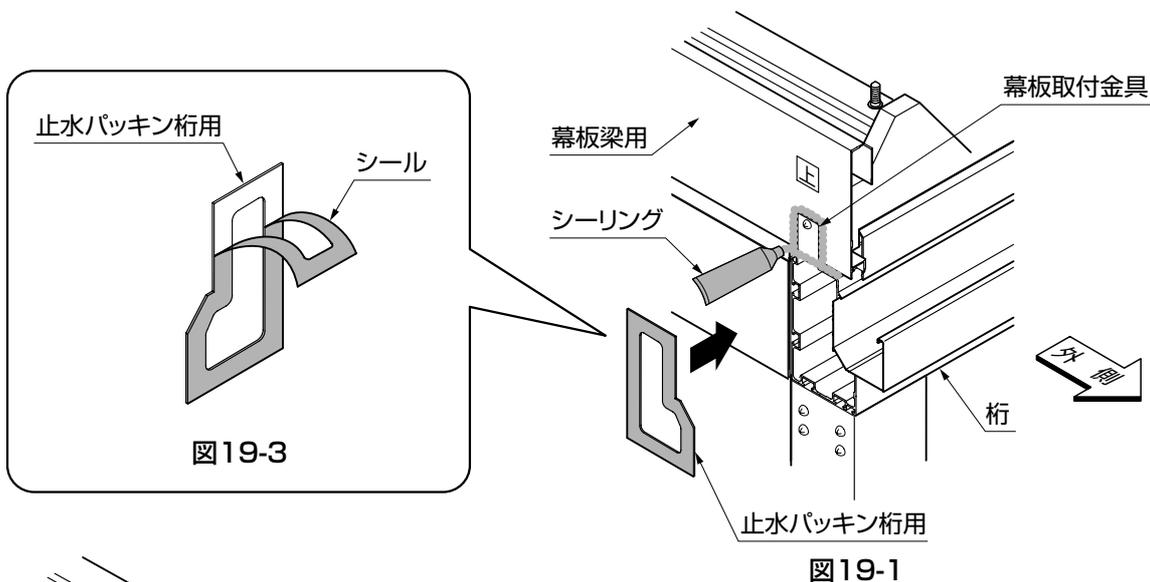

図19-1
① 桁端面に止水パッキン桁用をシールをはがして貼付けてください。(図19-1、図19-3参照)
② 幕板取付金具下部と金具周囲をシーリングしてください。(図19-1参照)